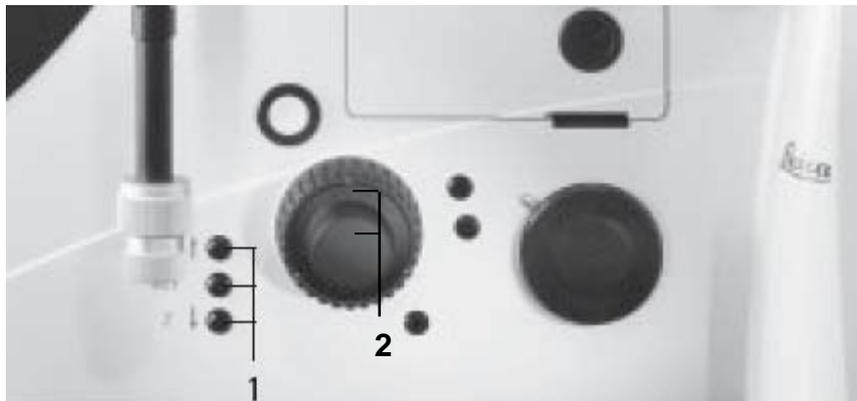

图 2-1 显微镜主机右侧部分（1. 调焦按钮；2. 物镜转换按钮）
1. 选择合适的物镜，可通过显微镜主机右侧的物镜转换按钮，如图 2-1，或软件中的“Objectives”键进行选择，如图 2-2。